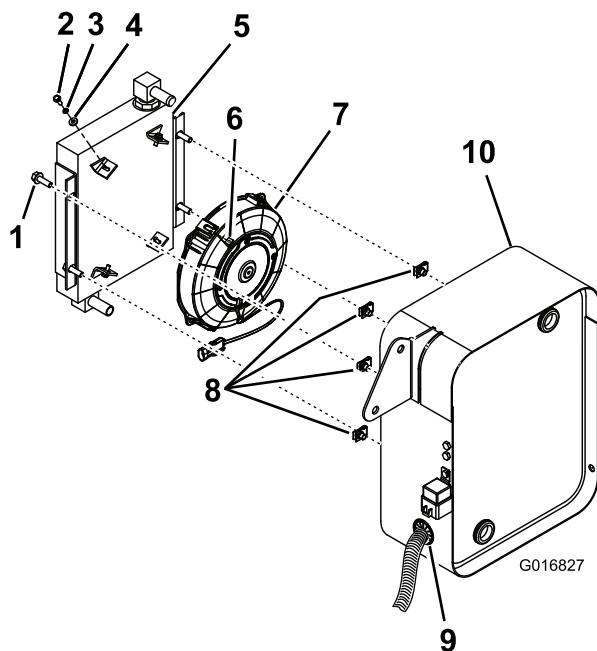

Figura 5
1. Se a ventoinha e dispositivo de arrefecimento de óleo não estiverem montados, instale a ventoinha no dispositivo de arrefecimento de óleo com 4 parafusos, 4 anilhas de bloqueio, 4 anilhas planas e 4 porcas quadradas como se mostra em (Figura 5).
2. Deslize 4 porcas Tinnerman para o suporte do dispositivo de arrefecimento de óleo como se mostra em Figura 5.
4. Deslize uma abraçadeira sobre a extremidade de cada um dos 2 tubos que saem da parte de trás do suporte do dispositivo de arrefecimento de óleo e insira 2 uniões dentadas (90 graus) nos 2 tubos (Figura 5).
6. Prenda a ventoinha e conjunto de dispositivo de arrefecimento de óleo ao suporte do dispositivo de arrefecimento de óleo com 4 parafusos (5/16 x 1 pol.) através das flanges laterais do dispositivo de arrefecimento de óleo e 4 porcas Tinnerman no suporte do dispositivo de arrefecimento de óleo (Figura 5).